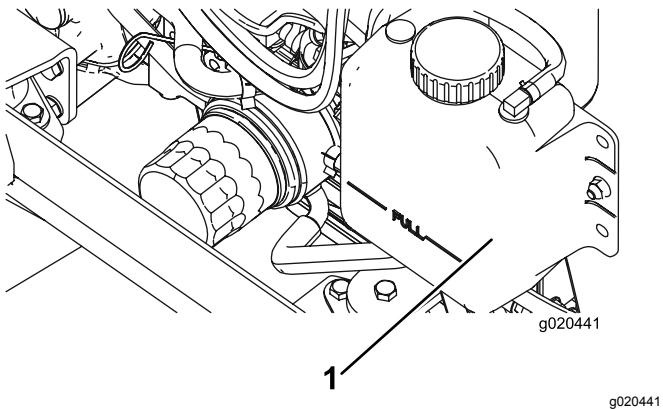

Bild 98
1. Nehmen Sie den Küblerdeckel und den Deckel des Ausdehnungsgefäßes vorsichtig ab (Bild 98).